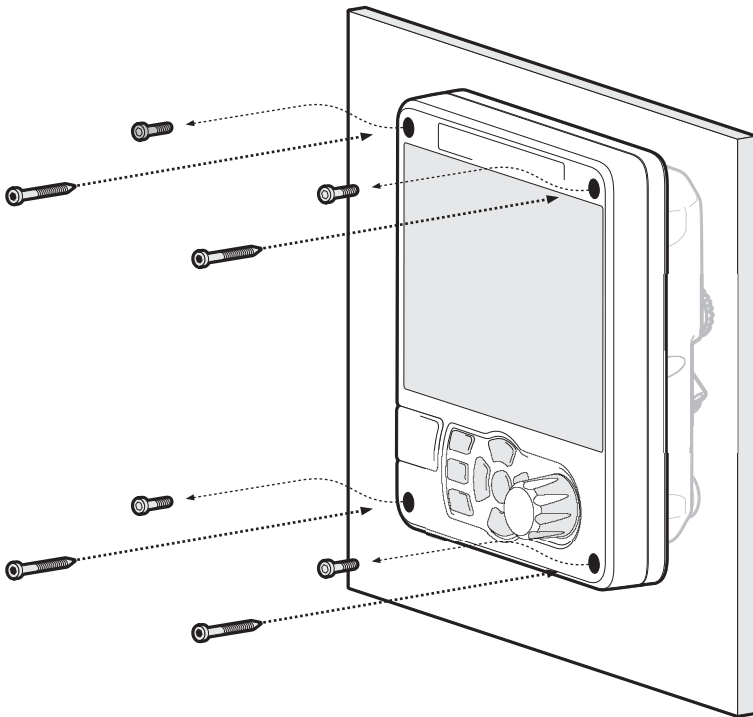

Figura 6 Montaje del transceptor AIS en un panel
- El transceptor AIS puede montarse en un panel mediante el uso de los cuatro tornillos autorroscantes proporcionados. Consulte la Figura 6 para obtener instrucciones. Deberá acceder a la parte trasera del panel si utiliza esta opción de montaje.
Para montar la unidad en un panel es necesario quitar los 4 tornillos de casquete de los orificios empotrados que están en la parte delantera de la unidad. Consulte la Figura 6.